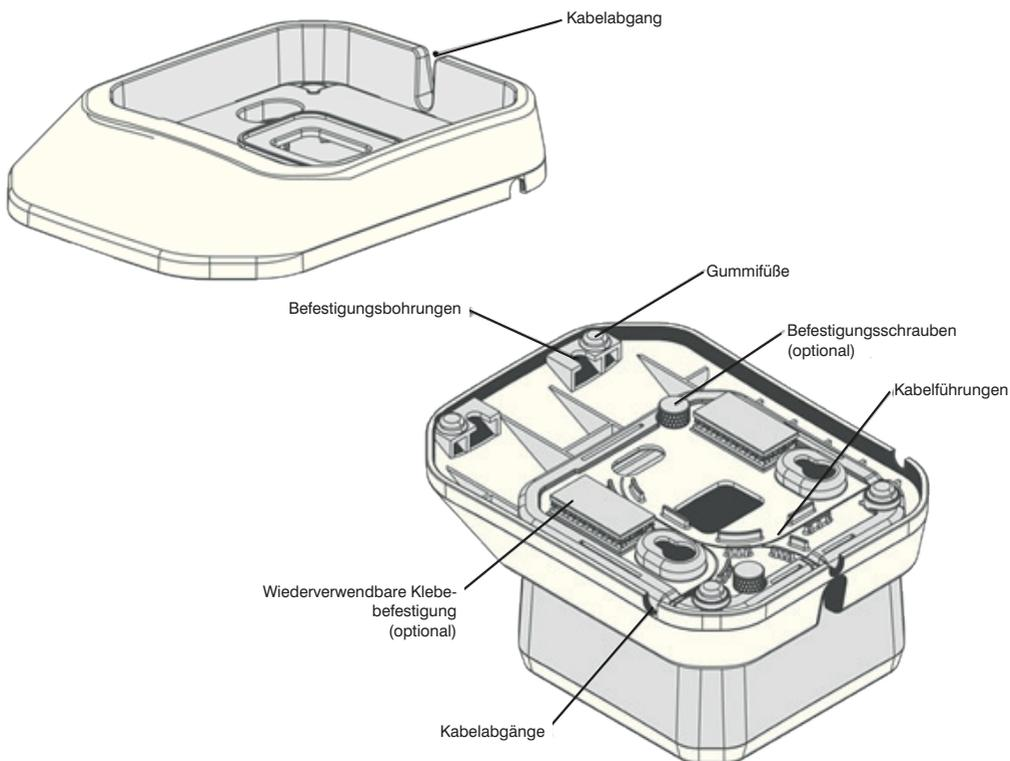
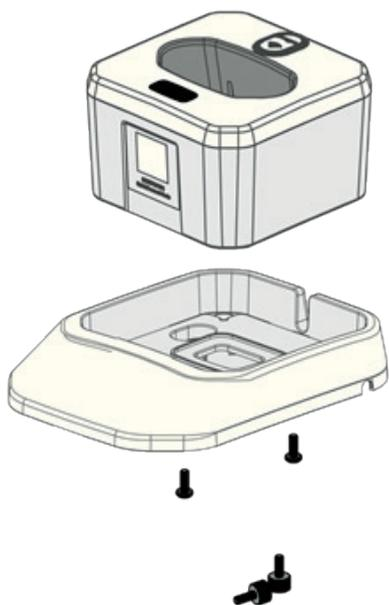

Abbildung 4 Funktionsübersicht Standfuß
Abbildung 8 Installation und Befestigung des Standfußes
- Verlegen Sie das Kabel entlang der Kabelführungen an der Unterseite der Ladestation. Wenn die Ladestation in einen Standfuß gestellt wird, sollte das Kabel durch die Öffnung an der Rückseite der Ladestation geführt werden (siehe Abbildung 8).
Die Tischhalterung sorgt für zusätzliche Stabilität des Ladegeräts, wenn das Ladegerät frei auf einer Theke oder einem Schreibtisch steht. Setzen Sie die Ladestation in einen Standfuß (Abbildung 8). Die Ladestation kann mit zwei mitgelieferten Flachkopfschrauben am Standfuß befestigt werden. Der Standfuß kann auf Wunsch mit dem mitgelieferten Mehrzweck-Klebeband auf einer flachen Oberfläche befestigt werden (geeignete Positionen für die Montage des Klebebandes siehe Abbildung 4).